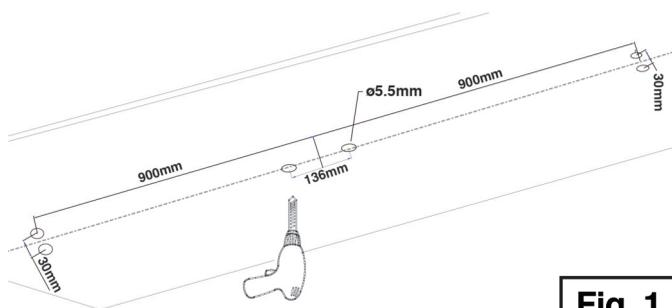

Fig. 1
1. Préparation pour l'installation: Comme illustré dans la **Fig. 1**, utilisez la perceuse pour percer des trous comme illustré ci-dessous. Assurez-vous que les trous sont alignés correctement pour une installation linéaire.